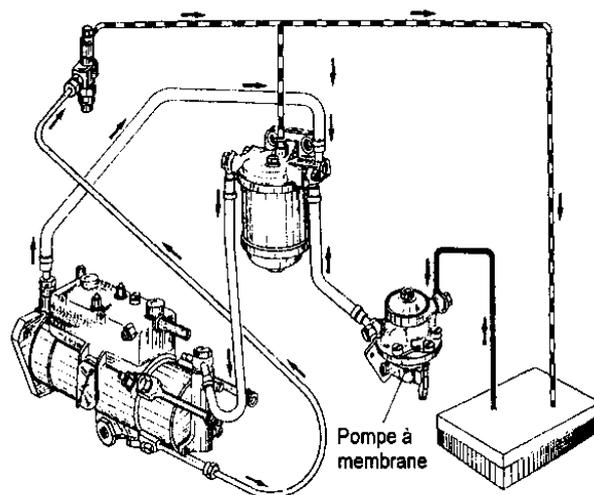

Fig.7
b) Avec pompe auxiliaire : (fig.7)